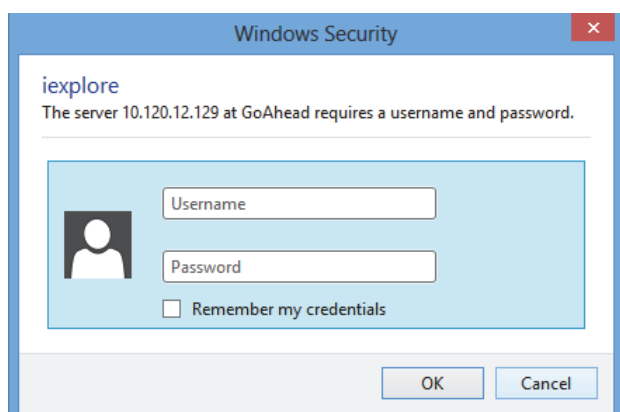

figura 37.7: Finestra di accesso
- 4 Fare clic sul pulsante *Continue* per accedere all'interfaccia Web. Appare una schermata simile a quella di figura 37.7.